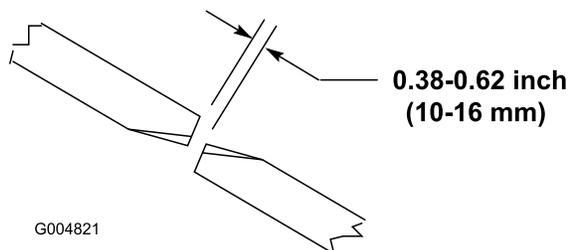

Figura 26
Per garantire il funzionamento ottimale dell'apparato di taglio occorre una luce di 10–16 mm tra la punta delle lame degli apparati di taglio laterali e quelle dell'apparato centrale (Figura 26).
- Ruotate una lama centrale ed una laterale adiacente in modo che le punte delle loro lame siano allineate. Misurate la distanza tra le punte delle lame, che deve essere di 10–16 mm circa (Figura 26).